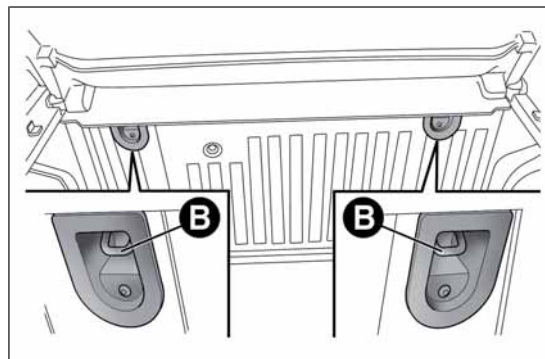

РИС. 103
- закрепите верхний ремень (входит в комплект детского кресла) в специальных креплениях В РИС. 103, расположенных на задней стороне спинки.